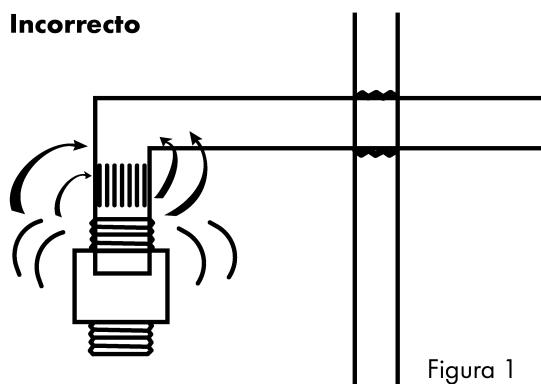

Figura 1
- Cuando el silenciador se coloca en un lugar técnico ruidoso, debe comprobarse que no está cortocircuitado, ya que el ruido ambiente puede volver a entrar a través de las paredes del silenciador y desde conducto aguas abajo (figura 1).